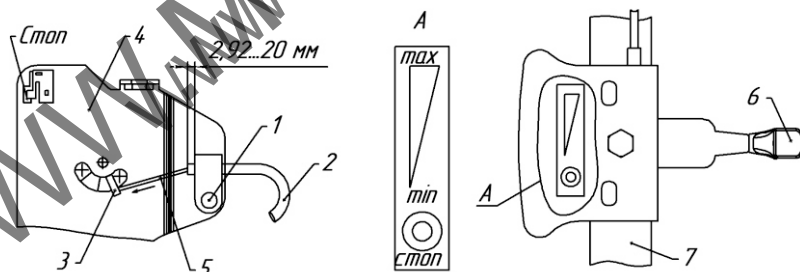

Рис.5. Дистанционное управление двигателями ДМ1К и ДМ1К-7,5.
3. После установки руля на раму мотоблока следует закрепить механизм управления дроссельной заслонкой (газом) в отверстии на правой половине руля с помощью винта М6, пружинной шайбы и гайки М6, проверить плавность работы механизма возвратно-поступательными движениями рычага (рис. 5).